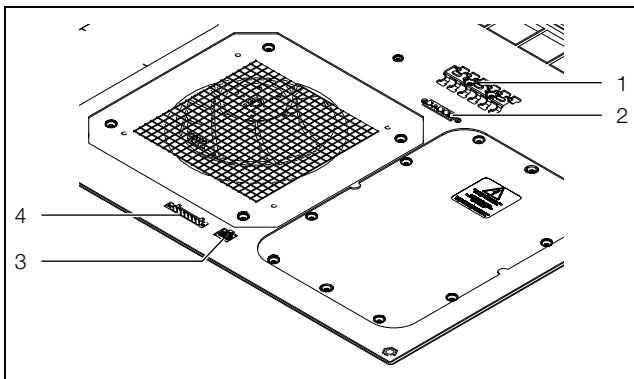

Fig. 13: Connessioni nel fondo del condizionatore da tetto
- Il cavo dei segnali può essere collegato ai contatti della guida portacavi con profilo dentellato (fig. 13, pos. 1).